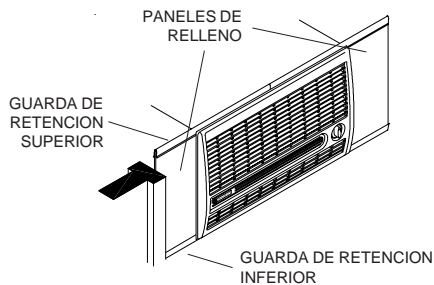

FIG. 2
- Instale las guardas de retención. Coloque dos guardas de retención en la parte inferior de la pestaña del cuello y ajústelas al ancho de la ventana. Corte las guardas si es necesario. Éstas sujetan a los paneles de relleno (fig. 2).